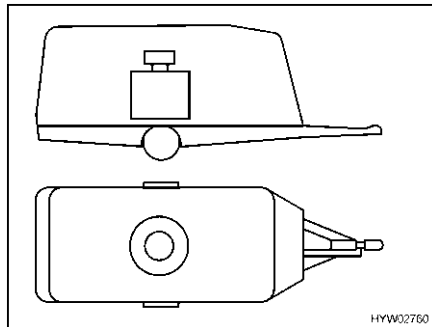

Bild 9 Richtige Gewichtsverteilung
**Richtig beladen** Schwere Gegenstände wie Vorzelt, Konserven u. Ä. nicht im Caravan, sondern im Zugfahrzeug unterbringen. Fahrräder auf dem Dach des Zugfahrzeugs befestigen. Alle Lasten nahe der Achse verstauen (Bild 9).